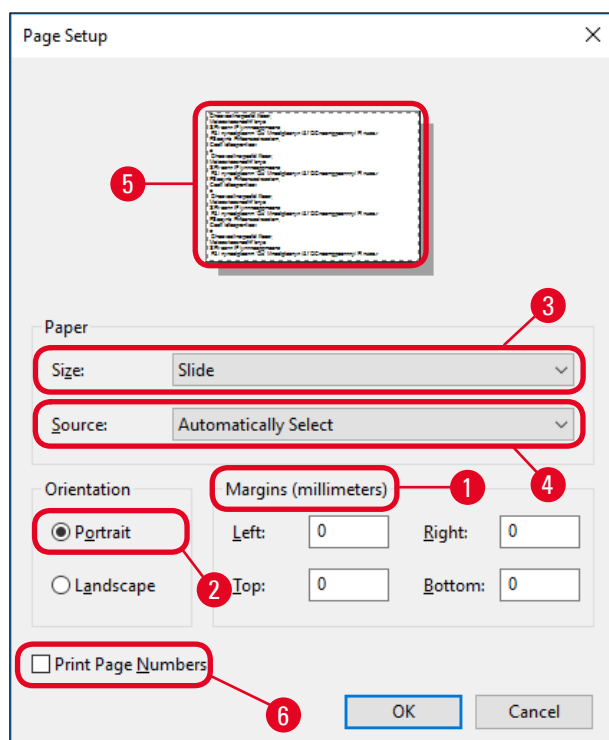

Fig. 41
3. Commencer par sélectionner les réglages de page : Cliquer sur **File** > **Page Setup** (Configuration de page) pour ouvrir la boîte de dialogue **Page Setup** (→ "Fig. 41").